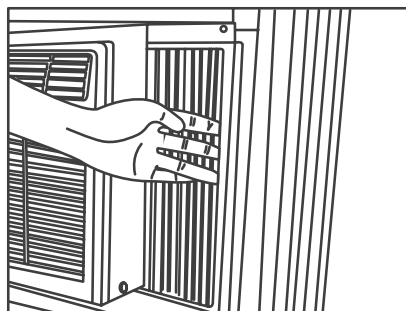

Fig.6
3. Extienda los paneles laterales contra el marco de la ventana (Fig. 6).